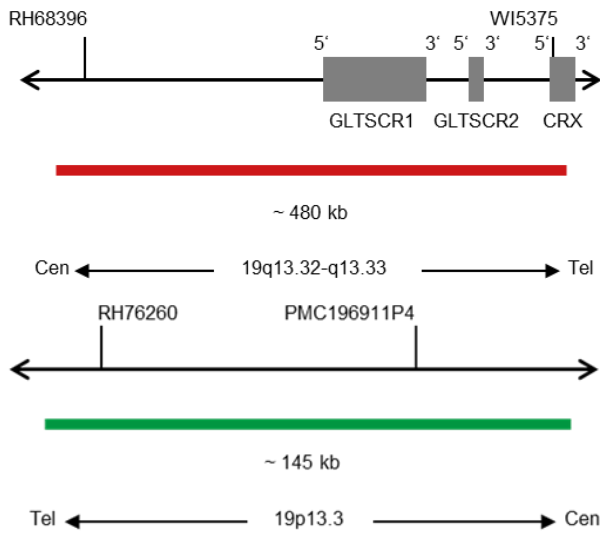

Abb. 2: Oben: SPEC 19q13 Sondenlokalisierung; Unten: SPEC 19p13 Sondenlokalisierung (nicht maßstabsgetreu)
- Dinitrophenyl-markierten Polynukleotiden (~0,8 ng/μl), die gegen Sequenzen in 19q13.32-q13.33* (chr19:47,857,776-48,339,398) gerichtet sind (siehe Abb. 2).
- Digoxigenin-markierten Polynukleotiden (~0,8 ng/μl), die gegen Sequenzen in 19p13.3* (chr19:815,938-962,244) gerichtet sind (siehe Abb. 2).